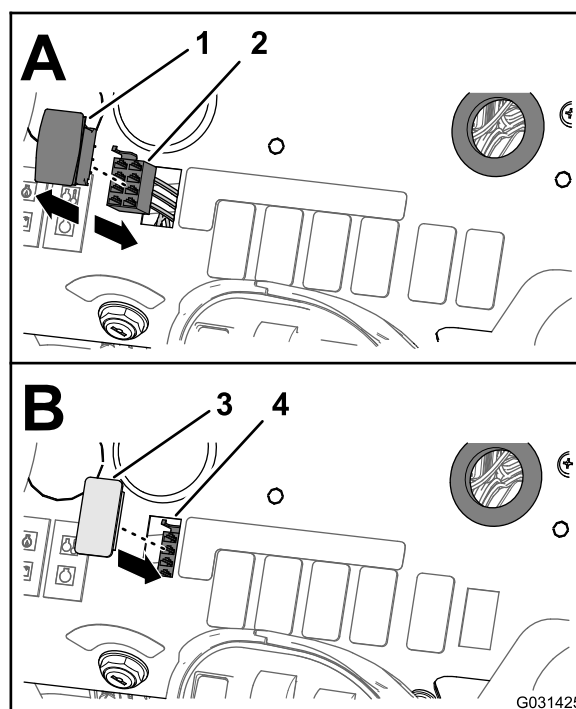

Рисунок 30
1. Под нижней частью приборной панели машины сожмите вместе фиксирующие выступы переключателя интенсивности опрыскивания и вытолкните его вверх из приборной панели (Рисунок 30).
жгута проводов машины от 8-штыревого разъема переключателя (Рисунок 30).
4. Совместите заглушку переключателя с отверстием в приборной панели, откуда был извлечен переключатель интенсивности опрыскивания (Рисунок 30).
5. Вставьте заглушку переключателя в приборную панель до срабатывания защелки, которая надежно зафиксирует заглушку в панели (Рисунок 30).